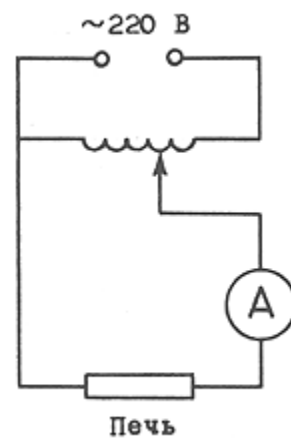

Рис. 1
Для нахождения температурной зависимости электросопротивления полупроводников, образец германия с нанесенными на нем контактами помещается в стеклянную трубку. Сопротивление образца измеряется с помощью вольтметра В7-27, который, кроме напряжений, позволяет измерять электросопротивление образцов. Стеклянная трубка с образцом вставляется в электронагревательную печь (на рис.1 дана схема питания электропечи).
5. Соберите цепь электропечи согласно рис. 1 (Установите стрелку *ЛАТР*-а на нулевую отметку).